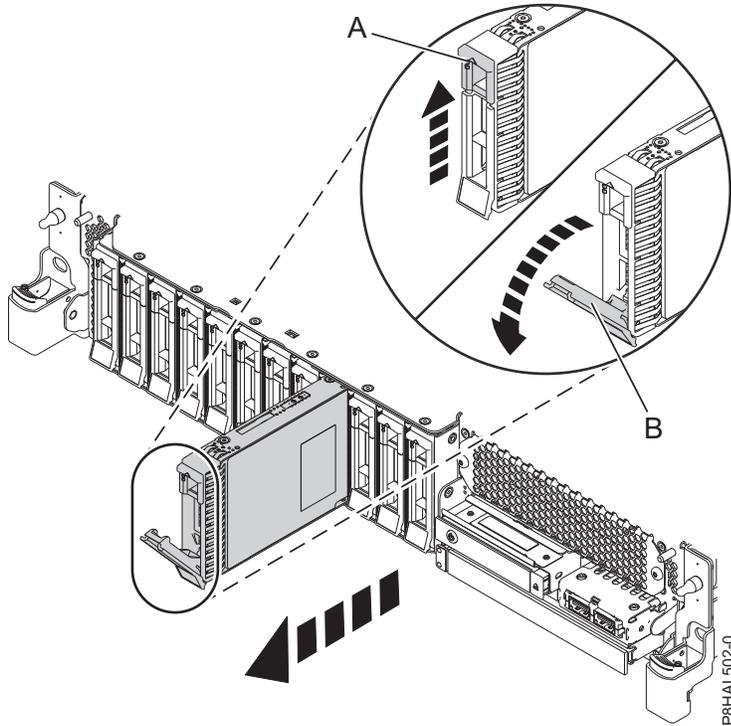
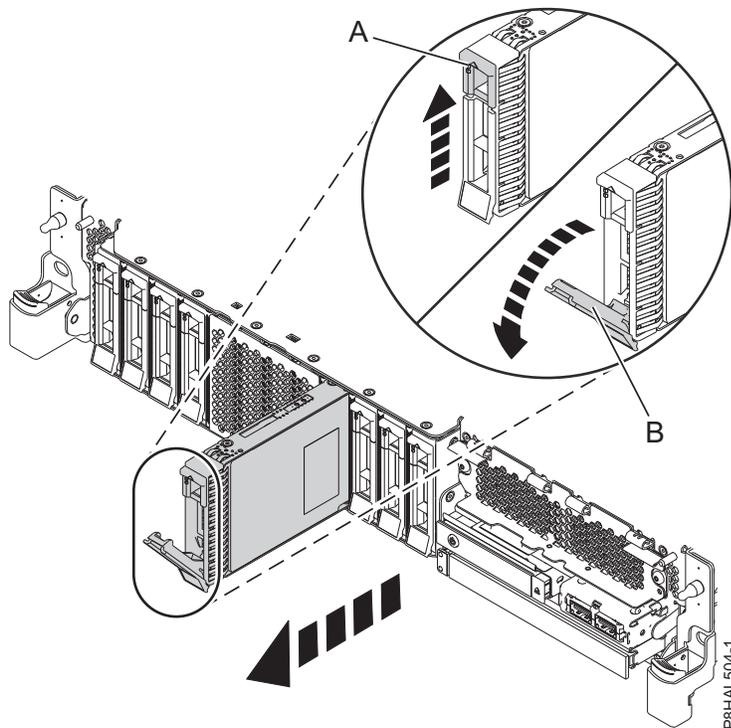

Figure 62. Retrait d'une unité de disque d'un système à fonction de base
Figure 63. Retrait d'une unité de disque d'un système à fonction étendue
4. Lorsque le voyant d'identification s'allume et reste fixe, déverrouillez la poignée de la baie d'unité **(B)** en appuyant dessus **(A)** et en la tirant vers vous. Voir : figure 62, à la page 65 et figure 63, à la page 65. Si la poignée n'est pas complètement sortie, vous ne pouvez pas retirer l'unité SSD du système.